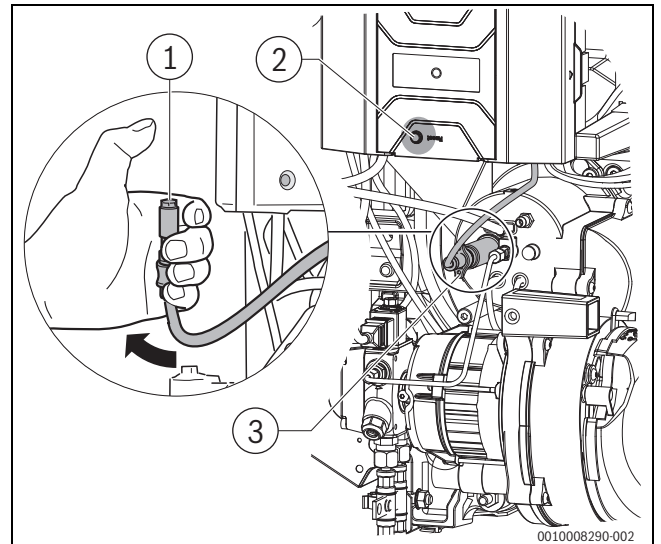

Bild 29 Flammenfühler auf Funktion prüfen
- Flammenfühler bei laufendem Brenner am vorgesehenen Griff aus der Halterung ziehen (→Bild 29, [3])
- Flammenfühler mit dem Daumen abdecken (→Bild 29, [1]). Es muss nach Wiederanlauf eine Störabschaltung erfolgen.
- Nach einer Wartezeit von ca. 30 Sekunden den Feuerungsautomat durch Drücken der Reset-Taste (→Bild 29, [2]) entriegeln.